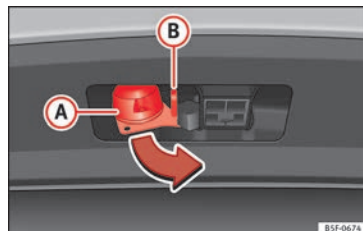

Fig. 232 Tourner le connecteur à 13 broches
- Saisissez le connecteur à 13 broches par la zone (A) et retirez-le dans le sens de la flèche »» fig. 232.
- Saisissez le connecteur à 13 broches par la zone (A) et introduisez-le dans le sens inverse de celui de la flèche »» fig. 232.
L'œillet de sécurité (B) »» fig. 232 sert à attacher le câble de retenue de la remorque.